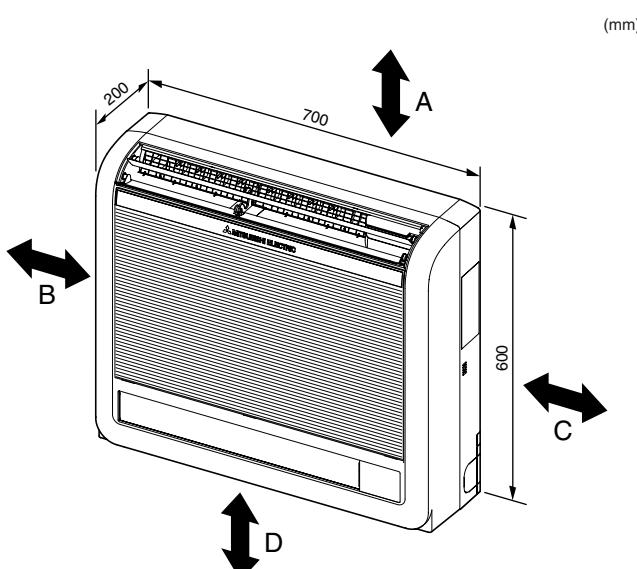

Fig. 2-1
①	Manguera de drenaje	1
②	Recubrimiento del tubo	1
③	Banda	2
④	Soporte de montaje de la unidad interior	1
⑤	Tornillo de fijación para ④ 4 x 25 mm	5
⑥	Tirafondo para la fijación de la unidad interior	4
⑦	Arandela para ⑥	4
⑧	Cinta de fieltro (para tuberías izquierda o posterior izquierda)	1
⑨	Cable del mando a distancia MA	1
2.1. Dimensiones exteriores (Unidad interior) (Fig. 2-1)